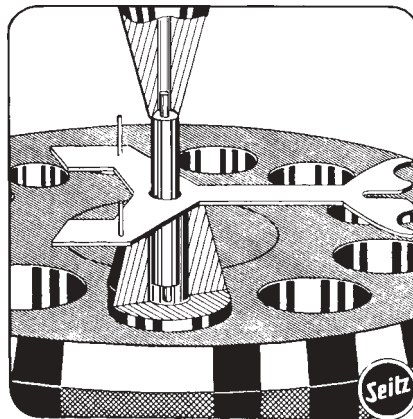

Abb. 32
**c)** Dient zum Ein- und Ausschlagen von glatten Wellen, z. B. Weckeranker (Abb. 32)